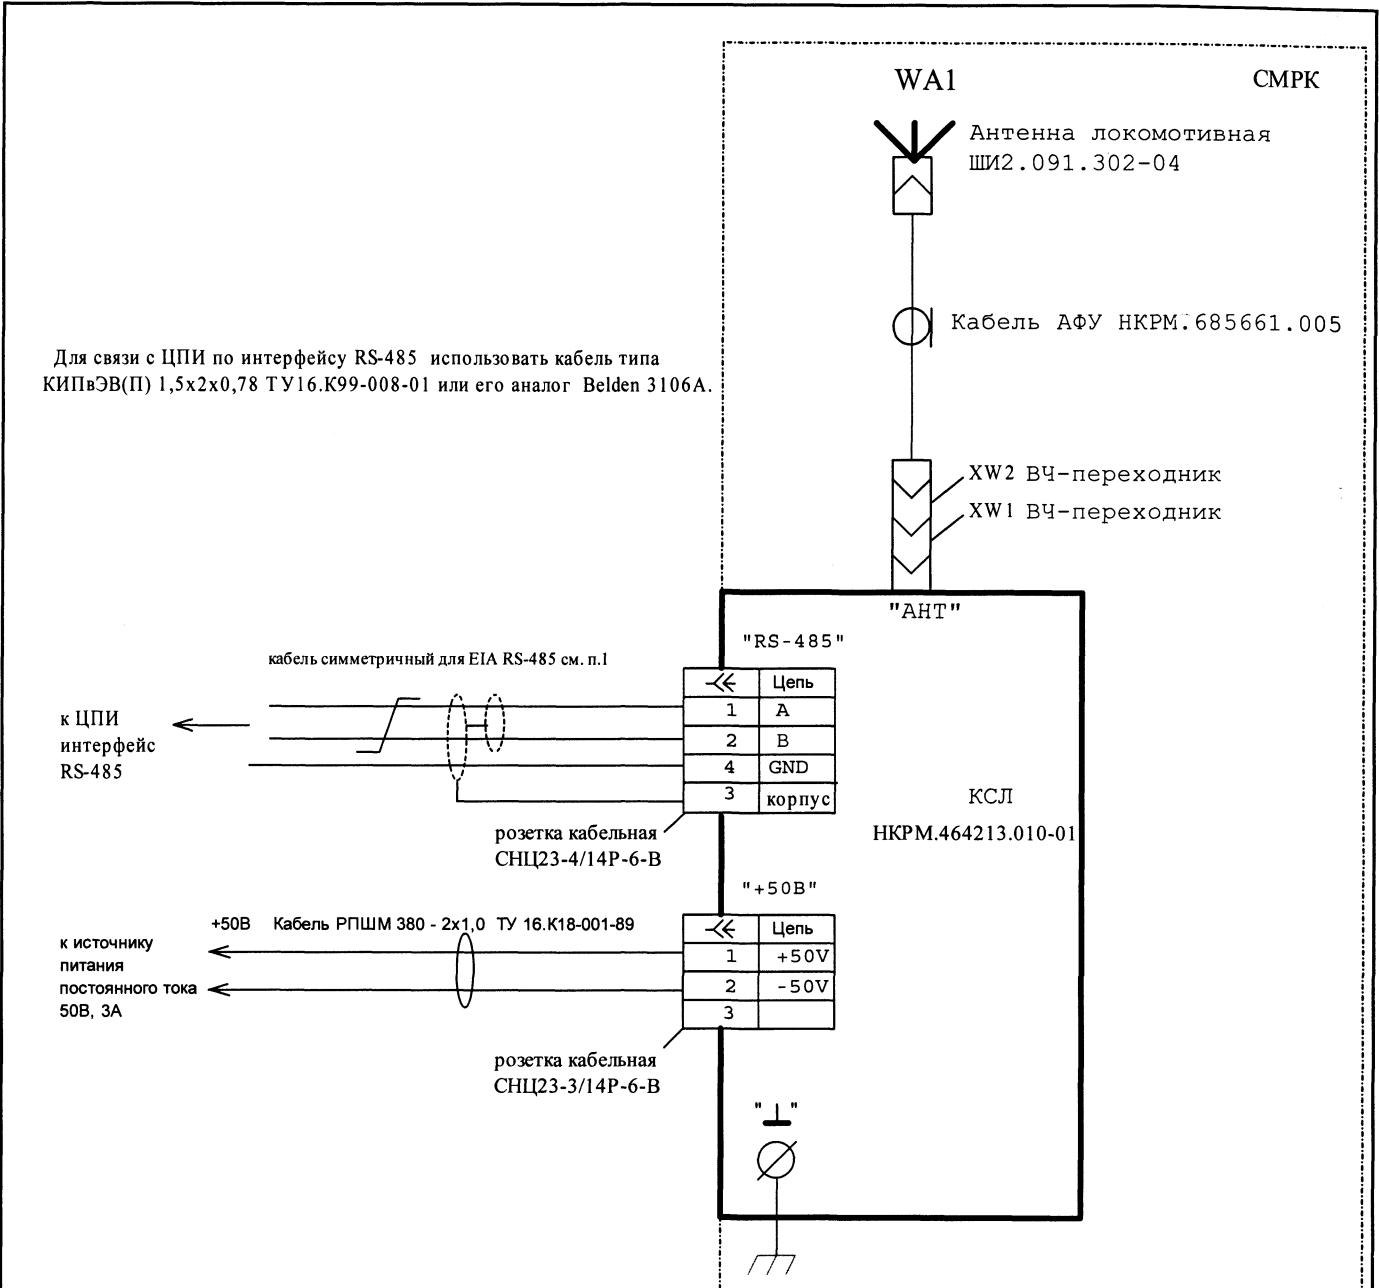

Рис. 1. Модуль СМРК. Типовая схема подключений.
- 2) Типовая схема подключения модуля СМРК (см. рис. 1.)